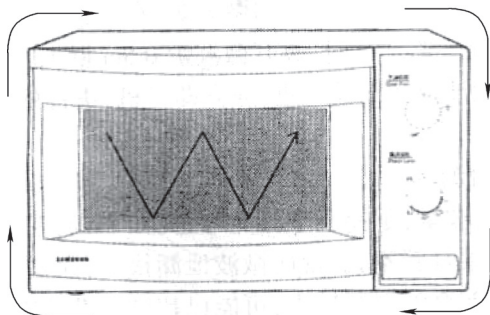

图 3-36 使用微波能量测量仪测试微波能量泄漏
4) 测量微波泄漏时, 要用带厚度 2in 隔离锥的探针, 探针需垂直于炉门。把探针的隔离锥放在炉门的连接处, 并且沿着接缝移动, 如图 3-36 所示。